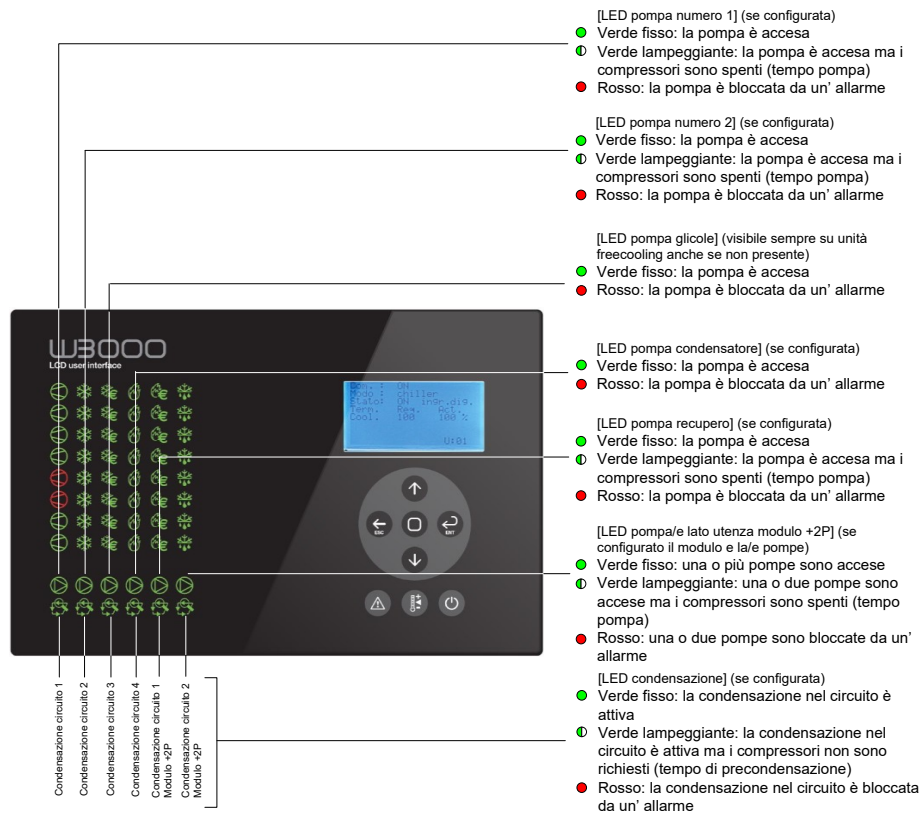

Figura 8.3
- L'esempio nella figura 8.3 mostra il caso di un'unità a 8 compressori. L'accensione delle righe dei compressori dipende dal numero di compressori presenti.